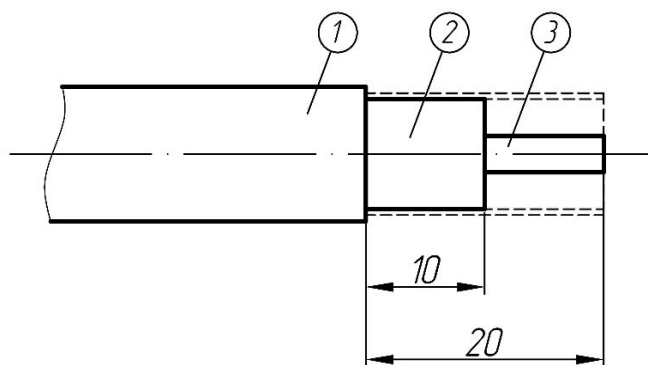

Рисунок 6.10. – Подготовка КЧ для подключения платы НО
- удалить изоляцию на 10 мм (рис. 6.10.);